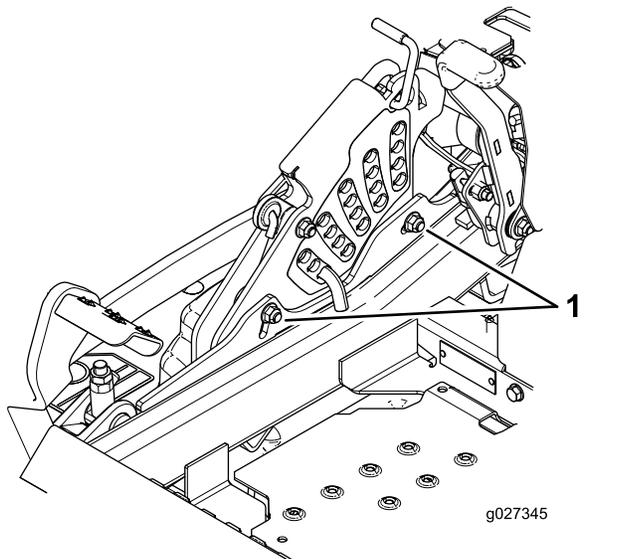

Figura 95
12. Para ajustar el sistema de ajuste de un solo punto, afloje los dos pernos situados cerca del borde inferior de la pleterna de altura de corte. Consulte Figura 95.
14. Apriete los 2 pernos en el borde inferior de la pleterna de altura de corte (Figura 95).